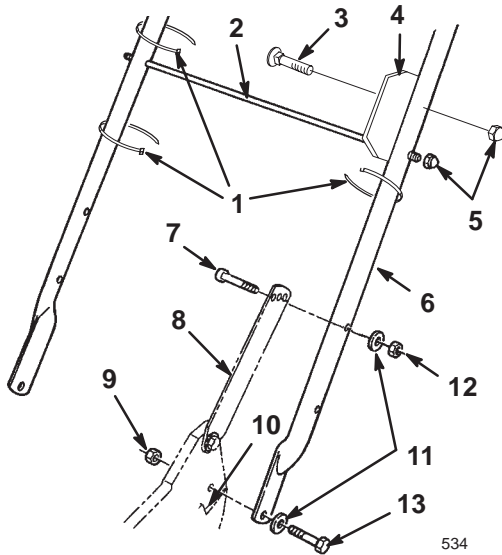

Bild 2
1. Montieren Sie den Griff mit 2 Schrauben (5/16–18 x 1-1/4 Zoll), Scheiben und dünnen Nygonsicherungsmuttern (ins untere Loch) an der Außenseite des Rasenmähergehäuses (Bild 2).
2. Befestigen Sie die Griffflaschen mit zwei Schrauben (5/16–18 x 1-1/2 Zoll), Scheiben und Nygonsicherungsmuttern am Griff (Bild 2).
3. Schieben Sie die Korbstützstange durch die Korbausrichtungsplatte und in die zweiten (von oben) Befestigungslöcher im Griff und befestigen Sie jede Seite mit einer Sicherungsmutter (Bild 2).
4. Schieben Sie die Schlossschraube durch die Korbausrichtungsplatte und das obere Loch auf der linken Seite des Griffs. Befestigen Sie die Schraube mit einer Sicherungsmutter (Bild 2).
6. Befestigen Sie das Bremskabel mit Kabelbinden am Griff (Bild 2).